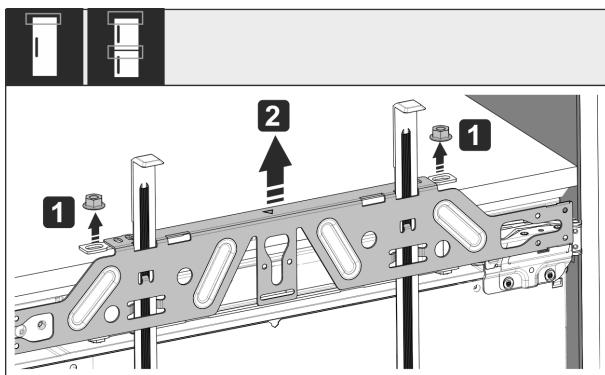

Fig. 58
- Uvoľnite poistné maticy Fig. 58 (1).
- Odoberte upevňovaciu traverzu Fig. 58 (2).